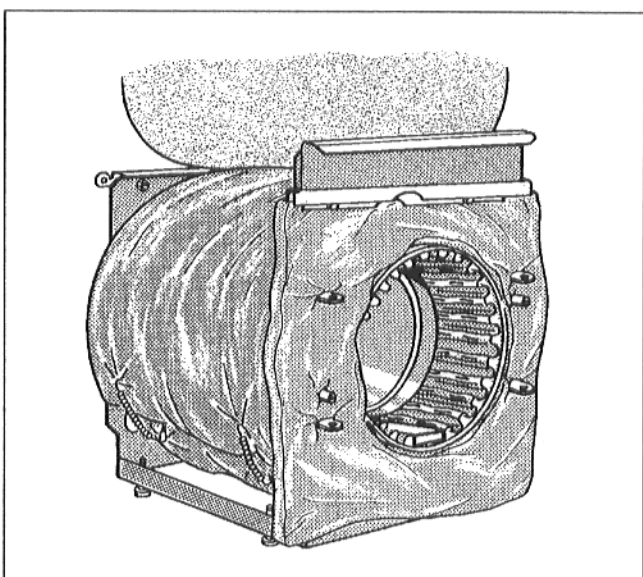

Fig. 7
- Agganciare l'isolamento termico del pannello anteriore inserendo le fessure nelle cerniere della porta del bruciatore (Fig. 7).